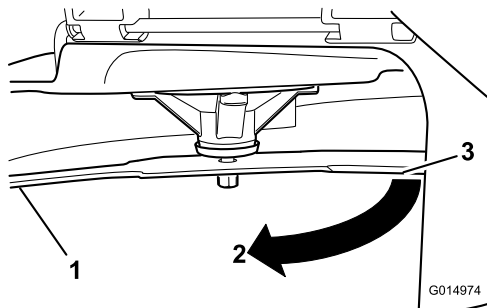

Figura 91
4. Gire la misma cuchilla 180 grados de manera que el otro extremo esté en la misma posición (**Figura 91**).